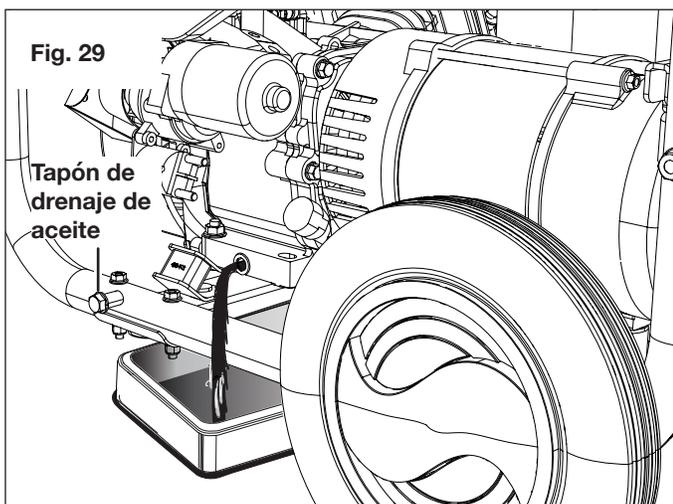

Fig. 29
2. Coloque un contenedor debajo del tapón de drenaje de aceite para que recoja el lubricante usado mientras se drena. Desenrosque y retire el tapón de drenaje de aceite. Permita que el lubricante se drene por completo (Fig. 29).